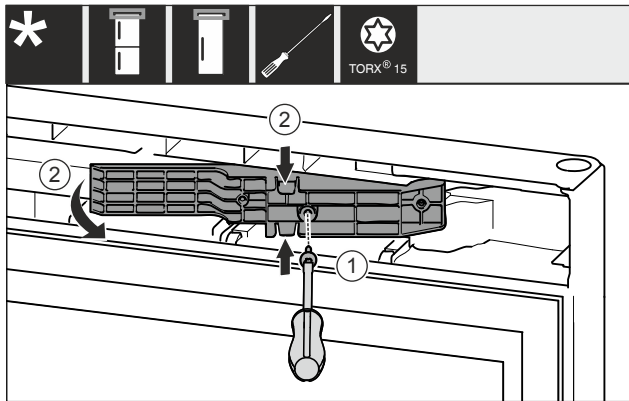

Fig. 12 *
- ▶ Schroeven met schroevendraaier T15 losdraaien. Fig. 12 (1)*
- ▶ Adapterstuk eruit trekken. Fig. 12 (2)*